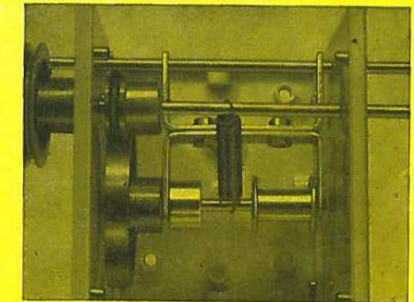

Bild 8
- 4.3. Montiere die Baugruppe „Spulenlagerung“ nach Bild 8!